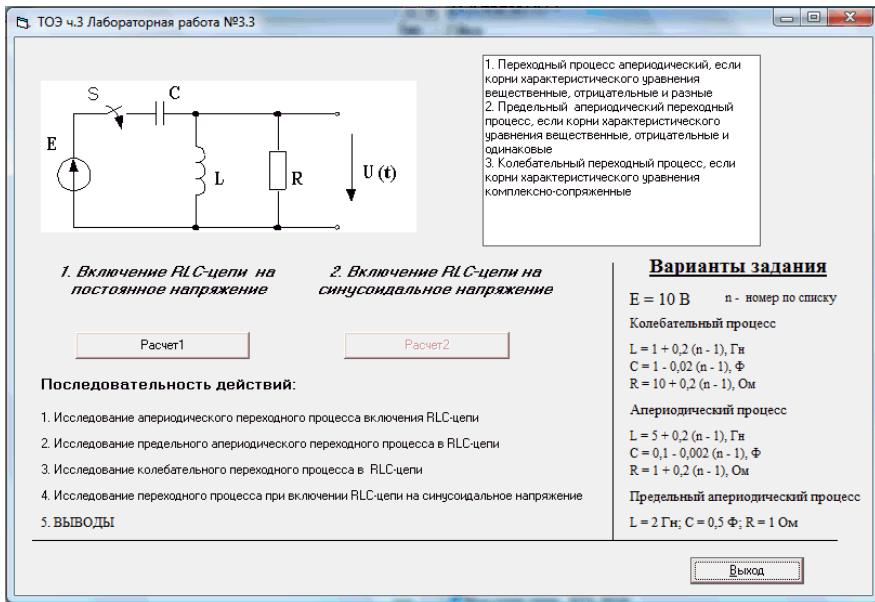

Рисунок 1 – Окно последовательности проведения лабораторной работы
- 2.1. Запустить с «рабочего стола» программу лабораторная работа рисунок 1.